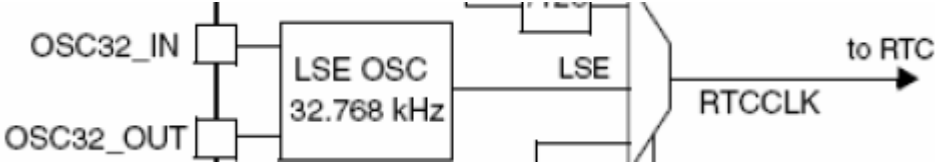

图 5-47 LSE 低速外部时钟
4. LSE 是低速外部时钟，接频率为 32.768kHz 的石英晶体，也可以被用来驱动 RTC，时钟树的截图如下图 5-47 所示：